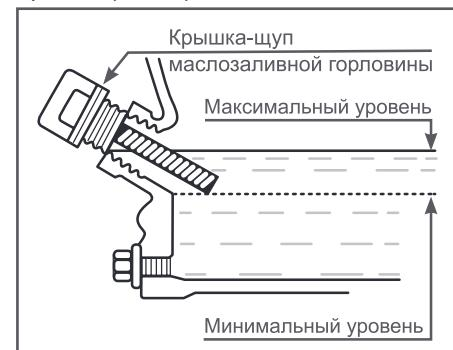

Рис. 8 Проверка уровня масла в картере
Максимальный уровень масла в картере соответствует нижней кромке залывного отверстия (Рис. 8).
4. Аккуратно извлеките щуп и осмотрите его. Уровень масла должен соответствовать верхней отметке на щупе. При недостаточном уровне масла в картере необходимо долить чистое масло до верхней отметки на щупе, что соответствует нижней кромке зливного отверстия (Рис. 8).